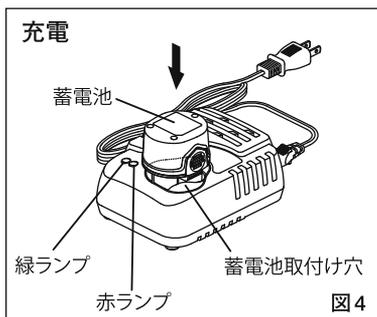

図4
- ③ 充電器の蓄電池取付穴に蓄電池を取付けます。しっかり奥まで差し込んでください。(図4) 赤ランプが点灯し充電が始まります。約30分で緑ランプが速く点滅します。(80%充電完了) 緑ランプが点灯すると100%充電完了です。充電時間は約60分です。(図4)